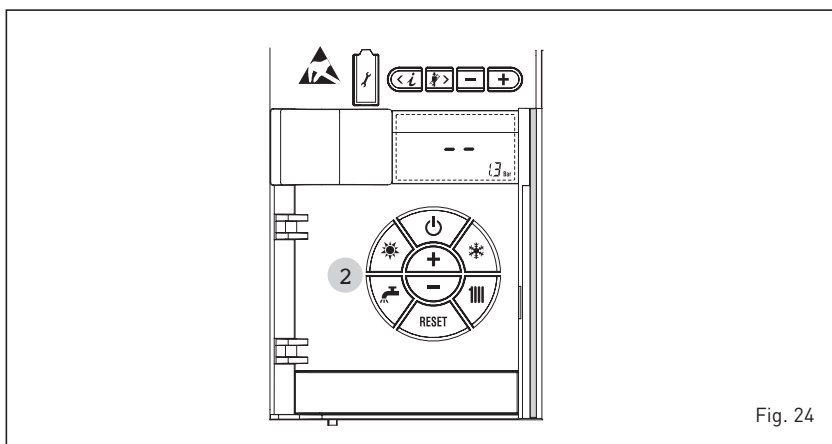

Fig. 24
ACENDIMENTO CALDEIRA (fig. 24)
DESLIGAR A CALDEIRA (fig. 24)
No caso de breves ausências pressionar a tecla do comando (pos. 2). O display se apresentará como indicado na fig. 24. Deste modo deixando activas a alimentação eléctrica do combustível a caldeira está protegida pelos sistemas anti-gelo e anti-bloqueio da bomba. No caso de um prolongado período de não utilização é aconselhável desligar a tensão eléctrica agindo no interruptor geral da instalação, fechar a torneira do gás e, se estiverem previstas baixas temperaturas, esvaziar o circuito hidráulico para evitar a rotura das tubagens por causa do congelamento da água.